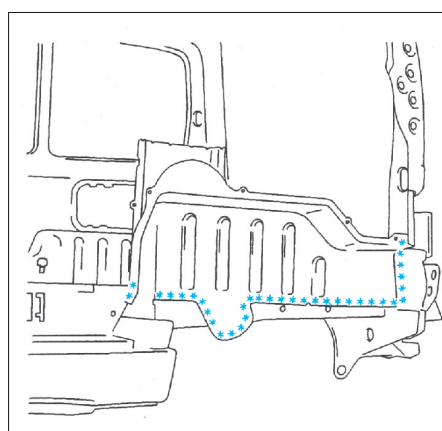

FIG. 149
- Découper par fraisage des points (Fig.149).